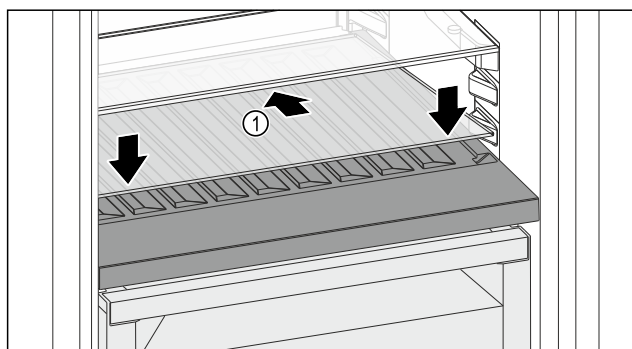

Fig. 120
- ▶ 向后下方倾斜放置玻璃隔板 Fig. 120 (1)。
- ▶ 放低玻璃隔板 Fig. 120 (1) 前部。